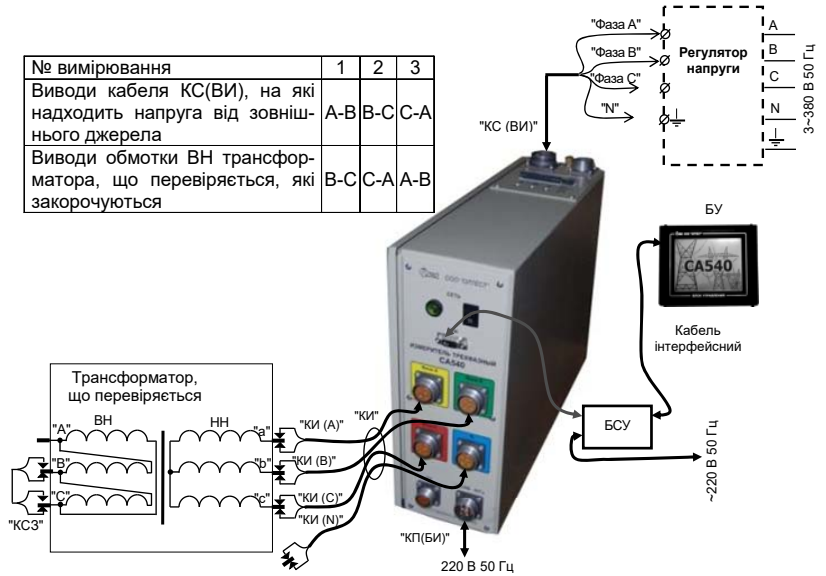

Рисунок 6.31
3) Підготувати схему до виконання першого вимірювання згідно з таблицею (рисунок 6.31). Під'єднати до зовнішнього джерела живлення виводи "Фаза А" і "Фаза В" кабеля КС(ВИ) і закоротити виводи обмотки ВН "В" і "С" трансформатора за допомогою кабеля силового КСЗ у відповідності з даними для 1-го вимірювання таблиці, наведеної на рисунку 6.31.